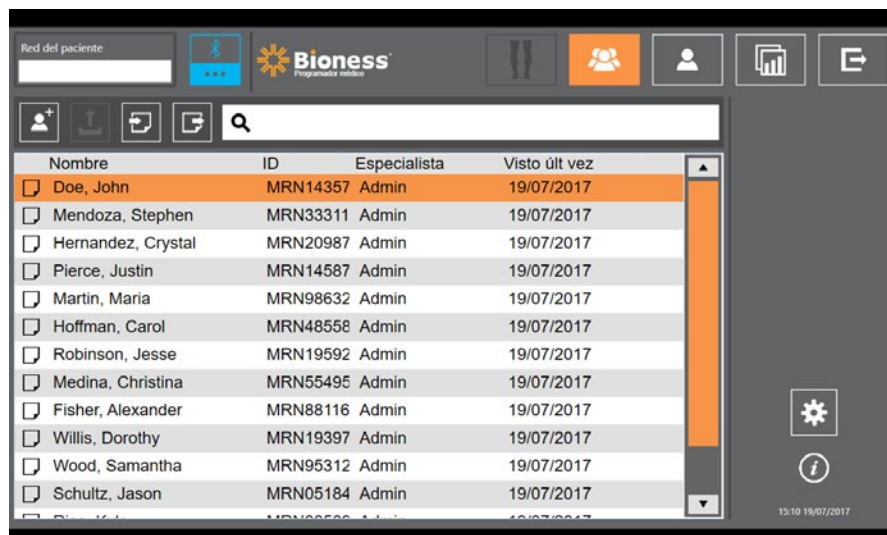

Ilustración 9-0: Icono de Bluetooth®
3. Se abre la pantalla Base de datos de pacientes. En la barra de navegación, presione el icono de Bluetooth®. Consulte la ilustración 9-0.